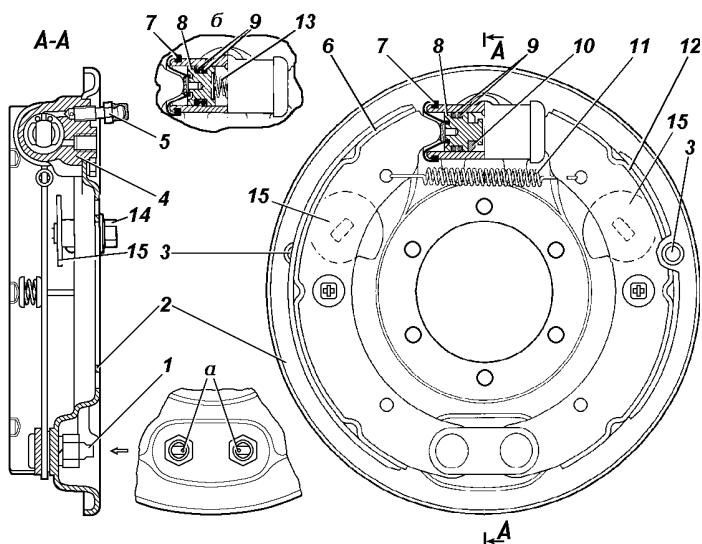
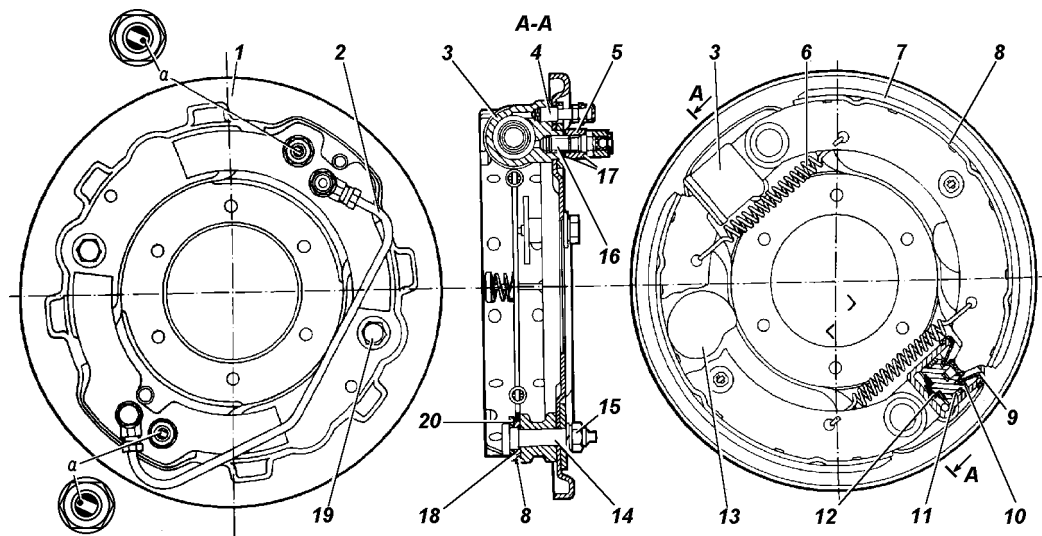

Рис. 9.39. Тормоз заднего колеса:
Рис. 9.40. Тормоз переднего колеса (для мостов с вертикальным разъемом картера):
Барабанные тормозные механизмы задних колес (рис. 9.39) и барабанные тормозные механизмы передних колес (рис.9.40). Периодически снимайте тормозные барабаны и очищайте детали тормозов от пыли и грязи. Периодичность этой операции зависит от условий эксплуатации автомобиля. В летнее время и при езде по грязным дорогам чистка должна проводиться чаще, зимой - реже.
2. Вращайте колесо постепенно и поворачивайте болт 14 (см. рис. 9.39) или 19 (см. рис. 9.40) регулировочного эксцентрика до тех пор, пока колесо не затормозится.